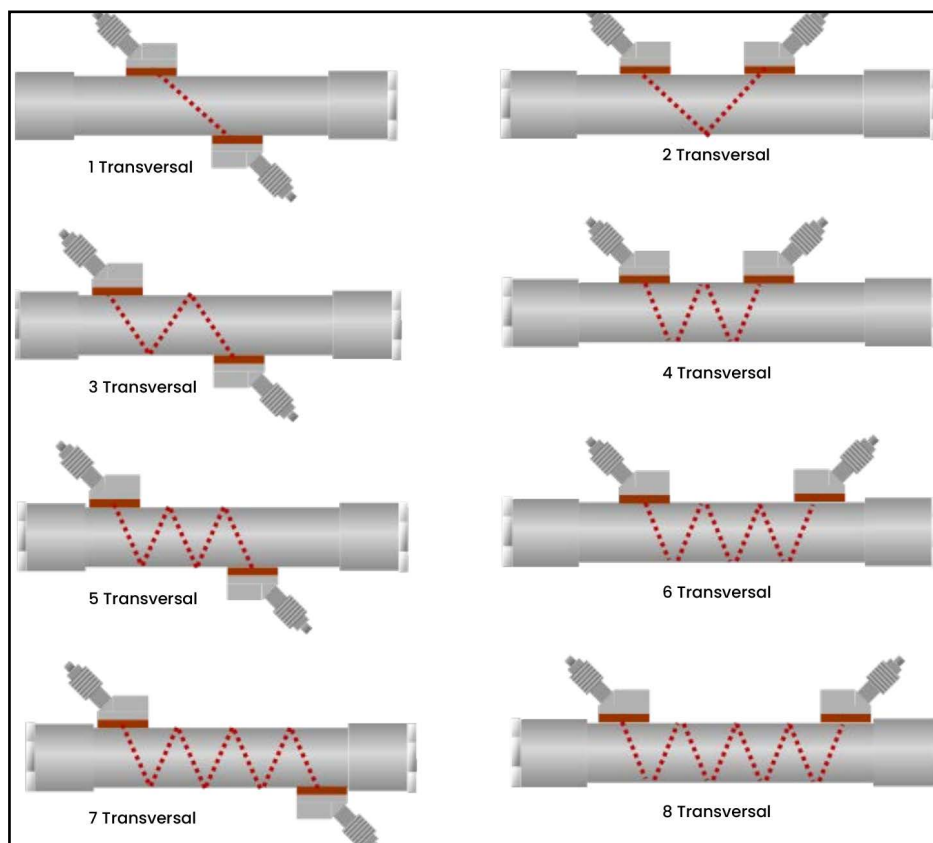

Figura 48: Configuraciones transversales
2. Programe el **[No. of Traverses / Nº de pasos]** en función de la instalación y configuración de su transductor. Consulte en *Figura 48* las posibles configuraciones de Traverse admitidas en el medidor. Normalmente, se utiliza una instalación de dos travesaños.